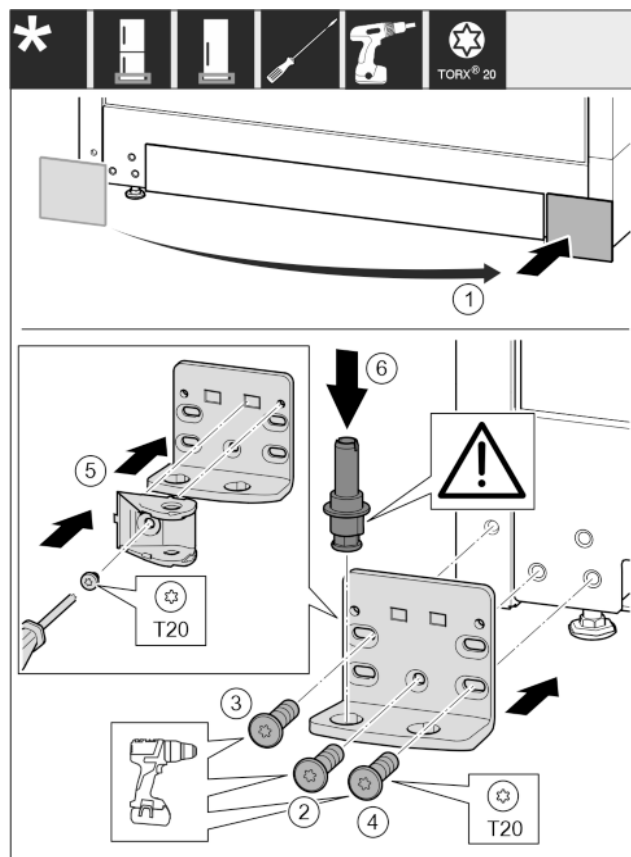

Fig. 28
- ▶ Afdekking eraf halen en op de andere kant aanbrengen. Fig. 28 (1)
- ▶ Lagerbus op de andere kant aanbrengen en met behulp van een schroevendraaier T20 vastschroeven. Met schroef 2 onder in het midden beginnen. Fig. 28 (2)
- ▶ Schroef 3 en 4 vastschroeven. Fig. 28 (3,4)
- ▶ Sluitdemperverbinding 180° draaien. Aan de andere kant van de lagerbus met schroevendraaier T20 vastschroeven. Fig. 28 (5)
- ▶ Lagerbout volledig aanbrengen. Let op dat de vergrendelnok naar achter wijst. Fig. 28 (6)